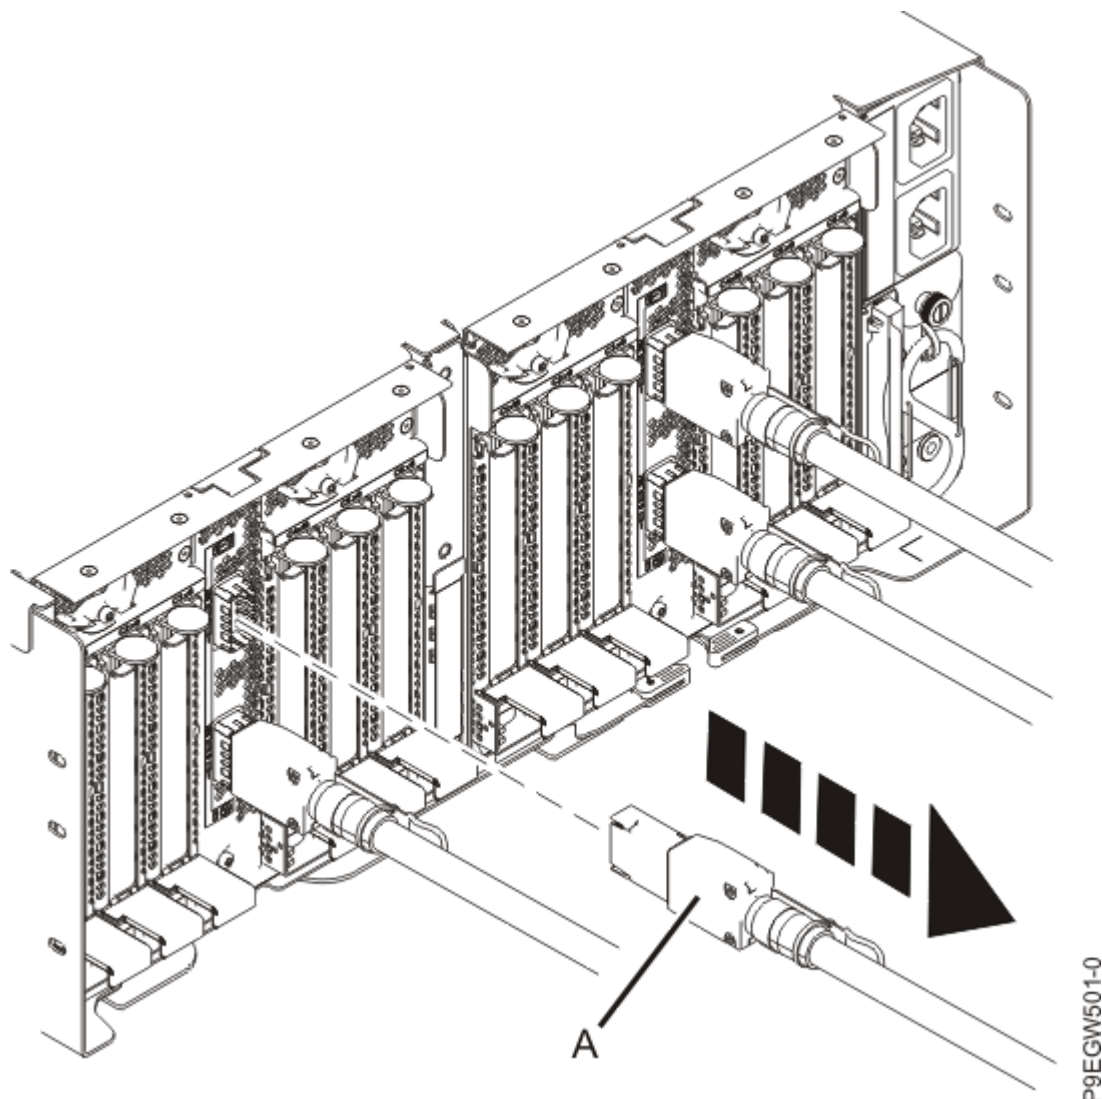

Figura 4. Extracción del cable del cajón de expansión del cajón de expansión PCIe3 EMX0
3. Sosteniendo el tirador, tire del otro extremo del cable del cajón de expansión **(A)** del puerto del módulo de E/S en el cajón de expansión PCIe3 EMX0, tal como se muestra en la Figura 4 en la página 6.